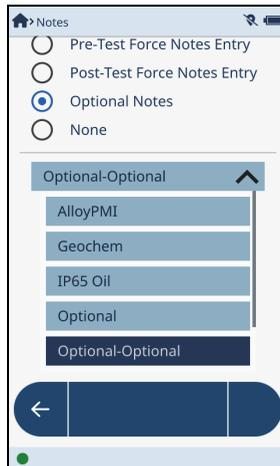

图 2-26 可选注释栏
1. 点击**Optional-Optional**（可选-可选）栏区的向下箭头，以显示**Optional**（可选）注释（参见第45页的图 2-26）。